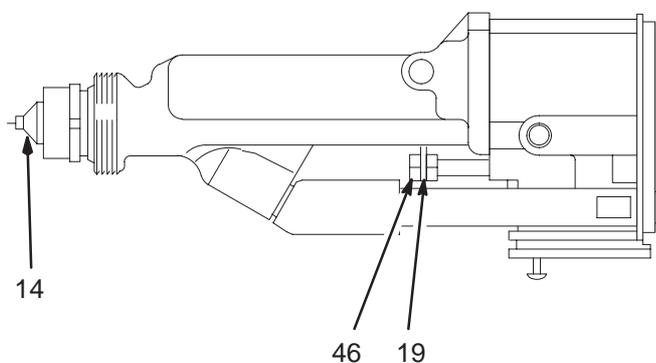

Fig. 33
3. Saque la contratuerca (46) y el brazo del accionador (19). Vea la Fig. 33.